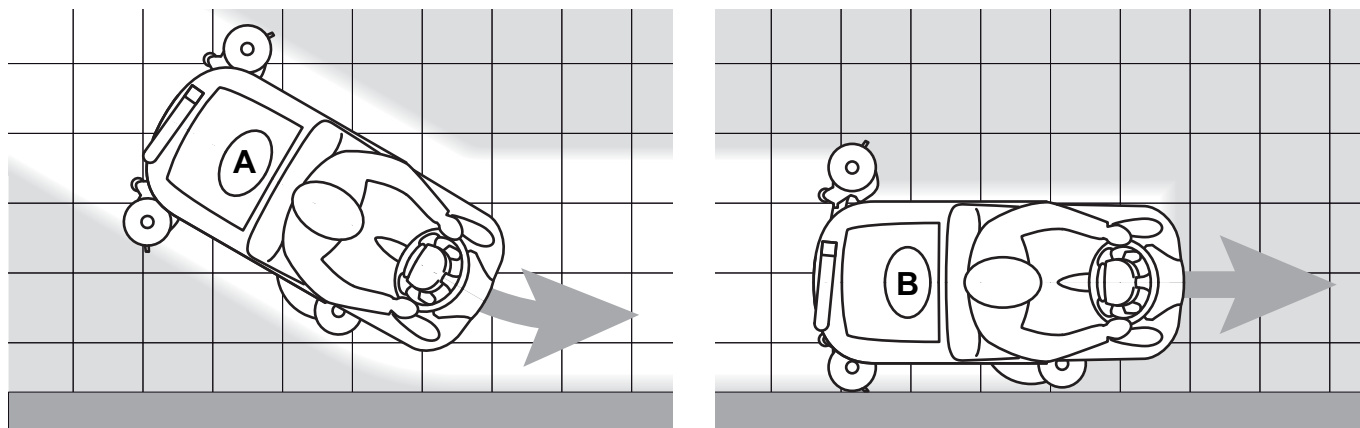

Figura 3
*Para uma lavagem/secagem correcta dos pavimentos nos bordos das paredes, a Advance sugere aproximar-se com o lado direito da máquina como representado na figura 3.*